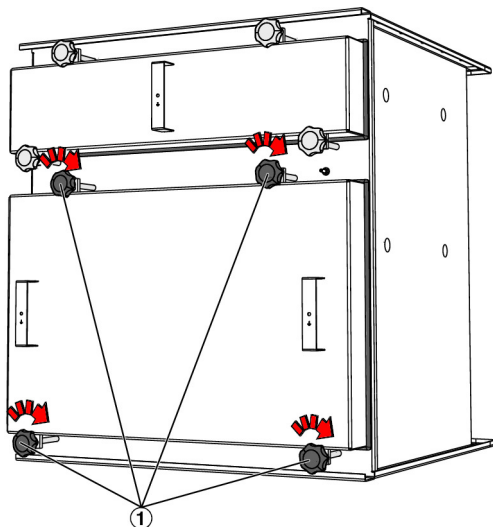

Abb. 14: Gehäuse schließen
12. ▶ Deckel am Filtergehäuse aufsetzen, Sterngriffschrauben (Abb. 14/1) handfest anziehen.
15. ▶ Gehäuse schließen, Abb. 14